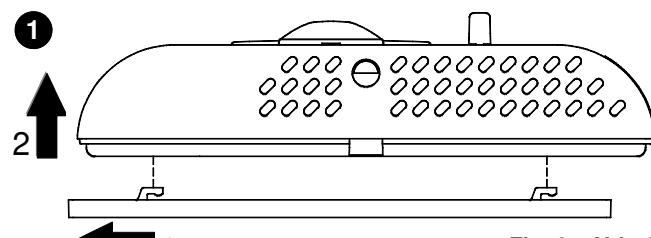

Fig. 2 - Abb. 2
- 1 Décrocher la plaque fixée sur la base du thermostat en la poussant vers la gauche et en décrochant ainsi les ergots indiqués sur la Fig. 2.
- 1 Lösen Sie den Raumthermostat von der Wandhalterung, wie in Abb. 2 dargestellt.